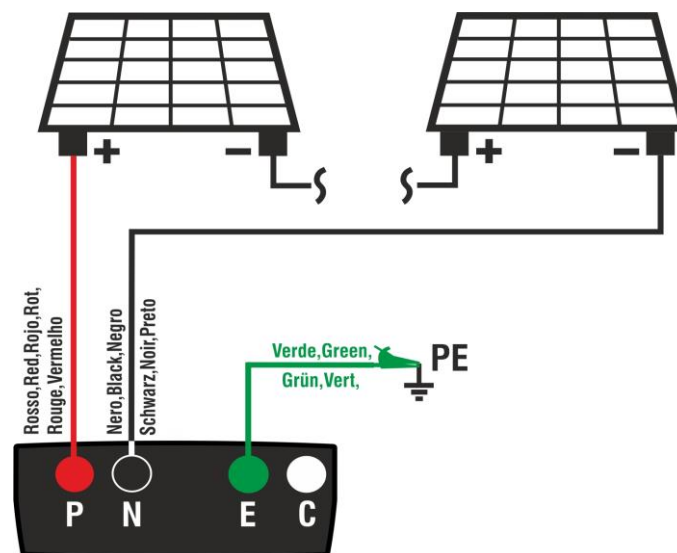

Fig. 7: Connexion de l'instrument pour la mesure de l'isolation en mode DUAL
6. Connectez l'instrument à la chaîne PV à l'essai comme indiqué dans la Fig. 7. **Le test peut également être effectué sur plusieurs chaînes en parallèle les unes des autres. Il est rappelé qu'il est également nécessaire de sectionner les éventuels déchargeurs connectés aux câbles de la chaîne/chaînes et qu'il est conseillé d'effectuer la mesure en amont des éventuelles diodes de blocage**